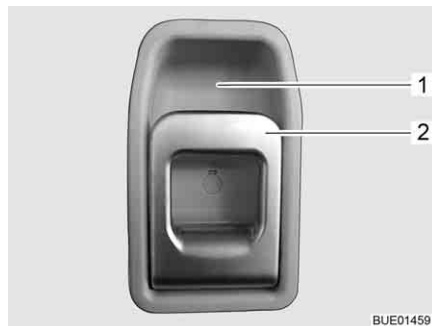

Bild 45 Dörrlås ingångsdörr, insida
- Drag i handtaget (Bild 45,2). Dörrlåset låses upp.
- Tryck handtagets (Bild 45,2) övre del i riktning mot greppkåpan (Bild 45,1).